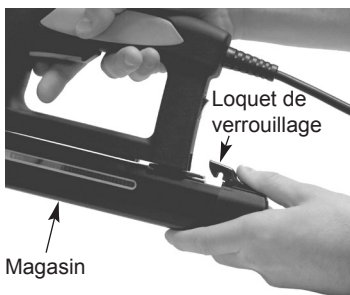

Figure 2
2. Appuyez sur le loquet de verrouillage, puis tirez sur le magasin jusqu'à ce qu'il soit complètement ouvert (voir la Figure 2).